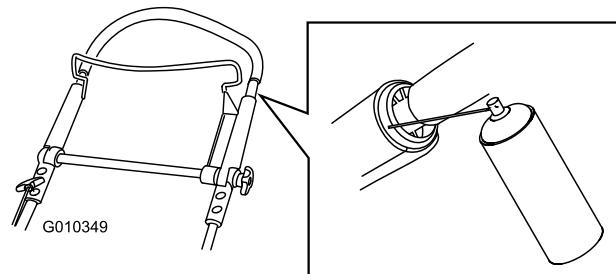

Bild 41
1. Sprühen Sie die äußeren Kunststoffenden des inneren Bügels ein (Bild 41).